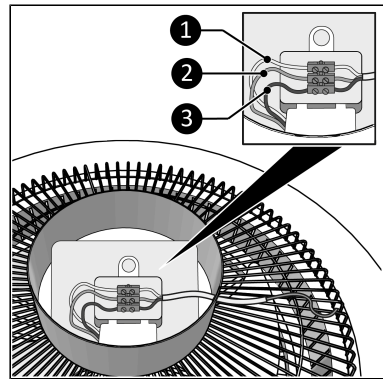

Figuur 9.
1. Steek het uiteinde van de verlengdraad (Figuur 9, pos. 2) door de beschermhoes (Figuur 9, pos. 1) en door het gat in de voet van de ventilator.